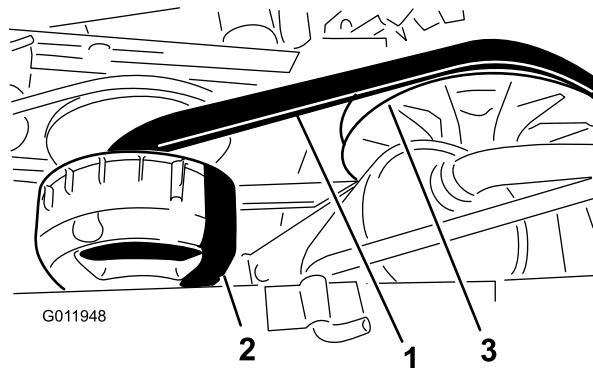

Bild 63
4. Drehen und prüfen Sie den Riemen (Bild 63) auf überdurchschnittliche Abnutzung oder Beschädigung.
3. Drehen Sie den Riemen und verlegen ihn über die sekundäre Kupplung (Bild 63).
4. Nehmen Sie den Riemen von der primären Kupplung (Bild 63).
5. Fluchten Sie den neuen Riemen über der primären Kupplung aus (Bild 63).
- Drehen Sie den Riemen und verlegen ihn über die sekundäre Kupplung (Bild 63).